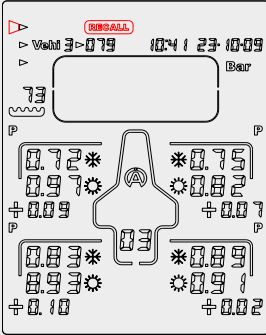

Figure 8
- 1) ボタンを使用して  , « RECALL »を選択します (figure 8)